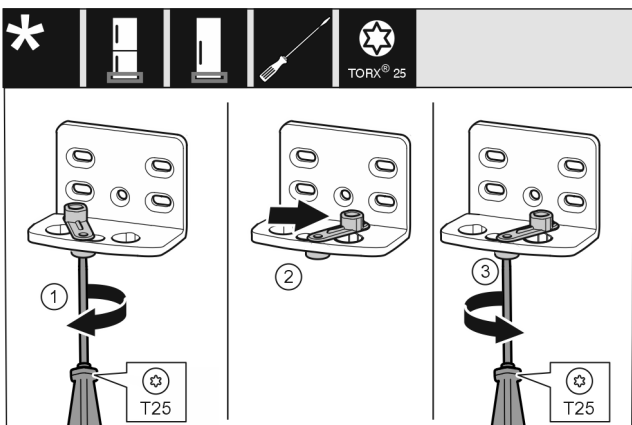

Fig. 15
- ▶ Βιδώστε πρόχειρα τη βίδα με κατσαβίδι T25. Fig. 15 (1)
- ▶ Ανασηκώστε το βοήθημα κλεισίματος πόρτας και περιστρέψτε 90° προς τα δεξιά στην τρύπα. Fig. 15 (2)
- ▶ Σφίξτε τη βίδα με κατσαβίδι T25. Fig. 15 (3)